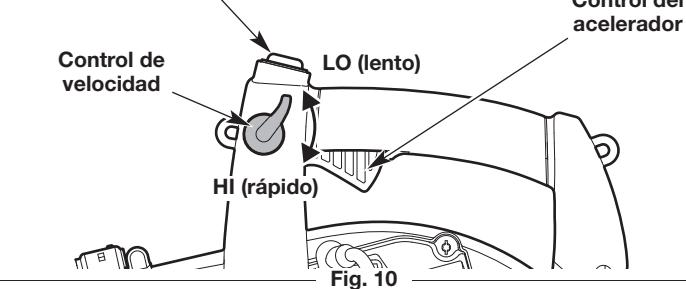

Fig. 10
**NOTA:** No es necesario encender la unidad. El interruptor de encendido/apagado está en la posición **Encendido (I)** en todo momento (Fig. 10).
4. Apriete y mantenga oprimido el control del acelerador o mueva el control de crucero a la posición **HI (rápido)** (Fig. 10).
**NOTA:** Continúe APRETANDO y MANTENGA APRETADO el control del acelerador o mantenga el control de crucero en la posición **HI (rápida)** para TODOS los pasos subsiguientes (Fig. 10).
2. Oprima y mantenga apretado el interruptor de encendido/apagado en la posición **Apagado (O)** hasta que el motor se pare por completo (Fig. 10).
- Use el control de velocidad para facilitar la operación continua (Fig. 10).